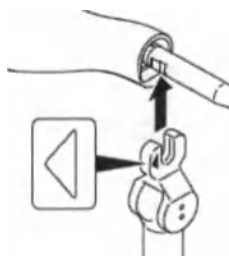

Рисунок 82 — Ориентация динамометрического ключа
- Убедитесь, что стрелка на головке динамометрического ключа ориентирована правильно (рисунок 82).